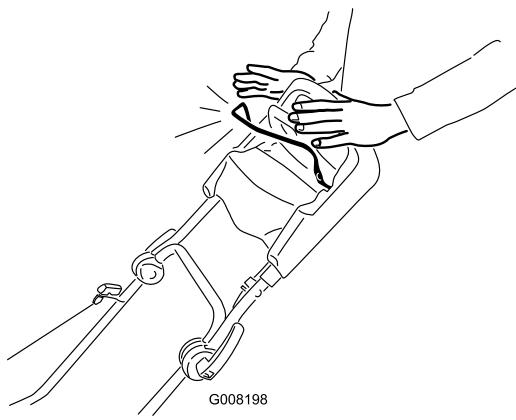

Figure 18
- Relâchez la barre de commande de la lame (Figure 18).